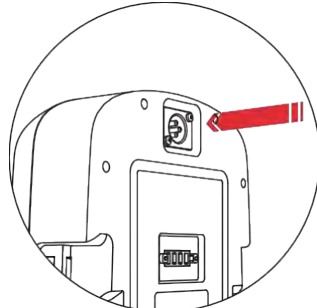

Figura 4.6.2
(1) Nel passaggio 1, inserire la batteria nell'alloggiamento nella direzione indicata. (Come mostrato nella Figura 4.6.2.1)
(2) Nella fase 2, chiudere manualmente la fibbia destra della batteria e ruotare la manopola destra del vano batteria con la manopola destra in posizione di blocco. (Come mostrato nella Figura 4.6.2.2)
(3) Nella fase 3, chiudere manualmente la fibbia sinistra della batteria e ruotare la manopola sinistra del vano batteria con la manopola sinistra in posizione di blocco. (Come mostrato nella Figura 4.6.2.3)